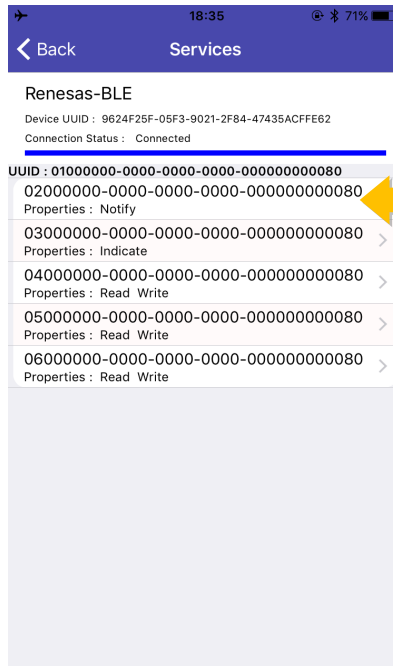

図 i2
3. [UUID: 0x02000000-0000-0000-0000-000000000080]を選択します。（図 i2 の矢印 1）